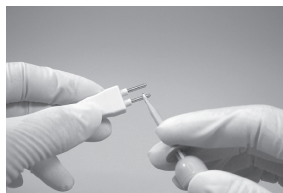

Рис. 9
- 2) Совместите один из электродов на тестере с зажимом файла (Рис. 9).